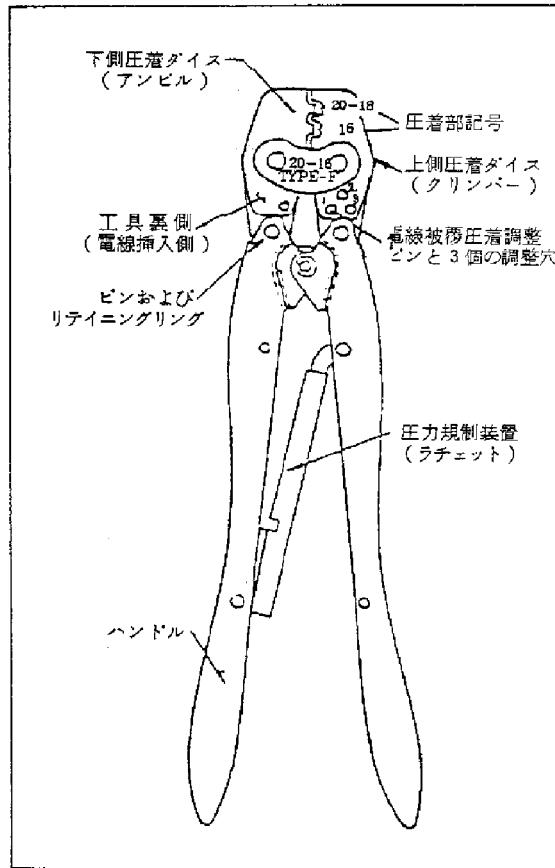

Fig. 1
- (a) この工具 (Fig. 1 参照) は、Fig. 2 に示す各種端子を熱線に圧着するのに使用されます。
- (c) 工具には、Fig. 1 に示す様に圧着部が 2箇所あり、20-18 16 の記号で指示されておりますが、これは使用端子に対する圧着箇所を示しております (Fig. 2 参照)。圧着箇所が違う場合は工具が損傷したり、圧着性能が低下しますのでご注意下さい。